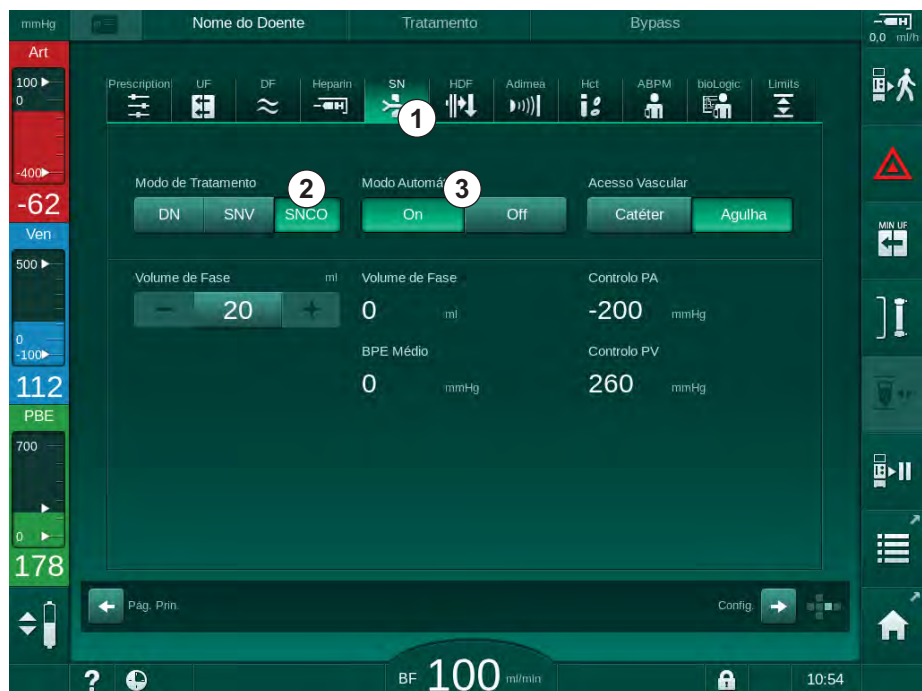

Fig. 9-1 Mudar para tratamento Single-Needle Cross-Over
2. Toque no ícone *SN* (Fig. 9-1 , ①).